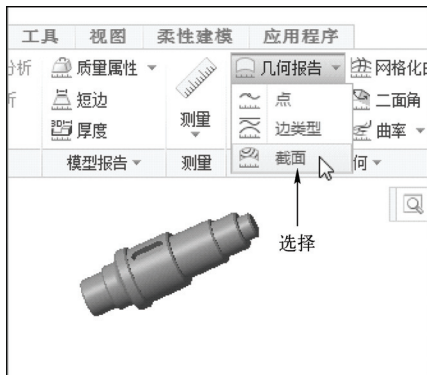

图 12-54 选择“截面”选项
STEP 02 在功能区选项板中切换至“分析”选项卡，单击“检查几何”面板中“几何报告”右侧的下拉按钮，在弹出的列表框中选择“截面”选项，如图 12-54 所示。